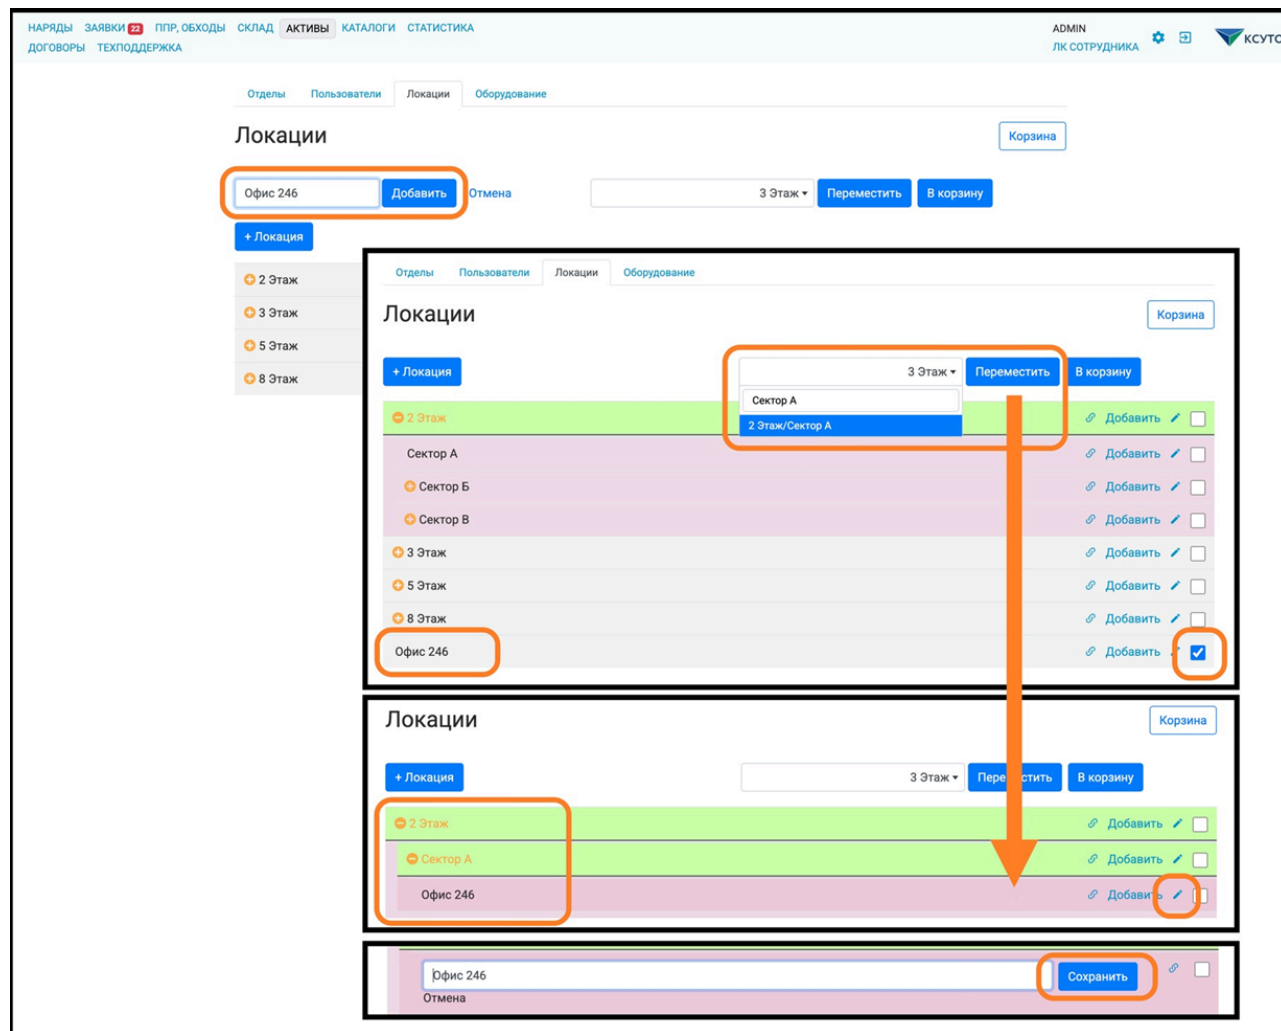

Рис.4 Создание, редактирование, перемещение Локаций
- 4.3.7. В открывшейся строке отредактируйте наименование и нажмите кнопку «Сохранить» (рис.4).